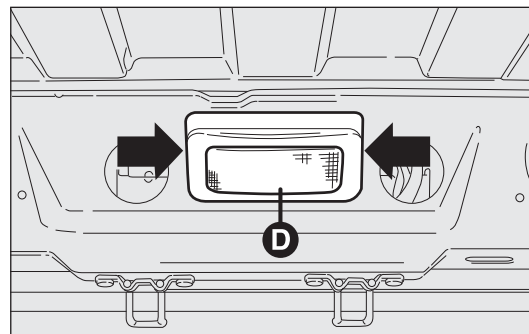
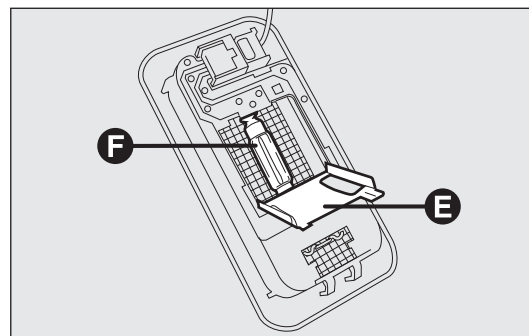

fig. 207
fig. 208
- ❑ agire nei punti indicati dalle frecce e rimuovere la plafoniera D-fig. 207;
- ❑ aprire lo sportellino di protezione E-fig. 208;
- ❑ sostituire la lampada F-fig. 208 svincolandola dai contatti laterali accertandosi che la nuova lampada risulti correttamente bloccata tra i contatti stessi;
- ❑ chiudere lo sportellino di protezione E-fig. 208 e reinserire la plafoniera D-fig. 207 nel proprio alloggiamento accertandosi dell'avvenuto bloccaggio.